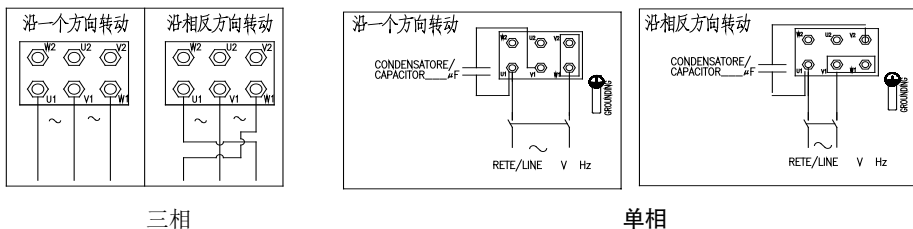

图 7 振动电机改变转动方向接线图
3、注意观察振动电机转动方向。如果振动电机转动方向需要调整, 应先切断并锁定电源/给出警告标志, 再通过接线位置更换来改变振动电机转动方向, 详见图 7。